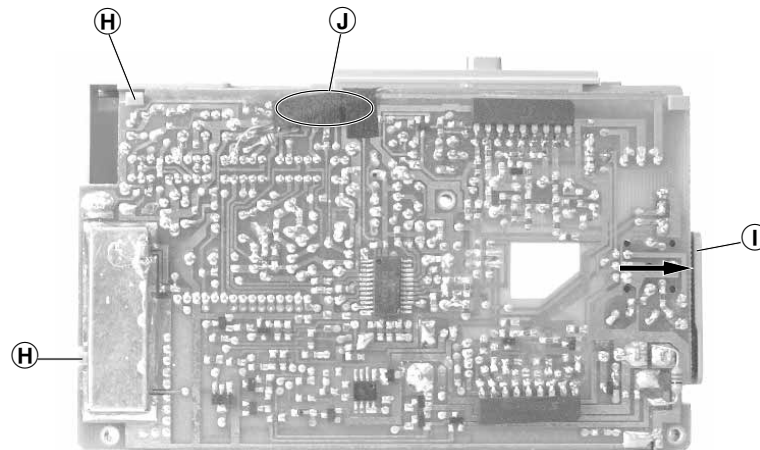

Fig. 7
- 2 Rastnasen ⑧ (Fig. 7) austrasten.
- Hauptplatte vorsichtig abnehmen. **Achtung!** Die Anschlüsse der Ferritantenne ⑩ (Fig. 7) sind sehr kurz.
- Disengage 2 latches ⑧ (Fig. 7).
- Remove the main board carefully. **Attention!** The connections of the ferrite antenna are very short ⑩ (Fig. 7).